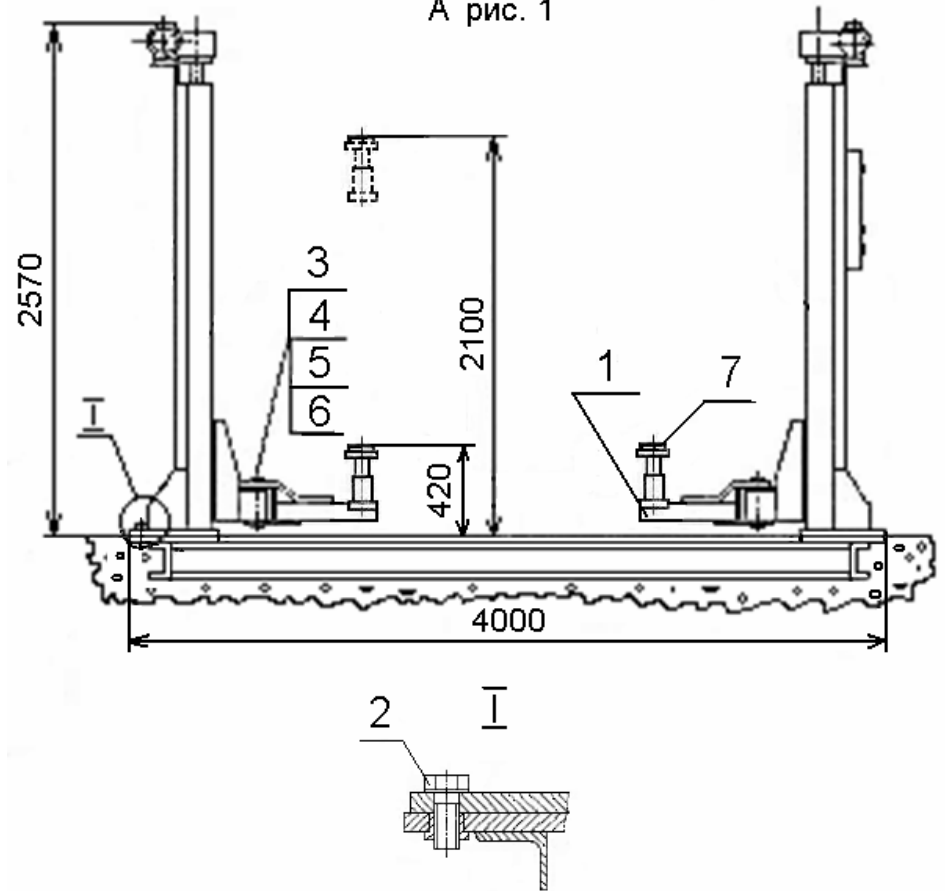

Рис. 2. Подъемник ПС-15
6.2.3. Соединить поворотные балки поз.1 (см. Рис. 2) с каретками стоек с помощью осей поз. 3. Оси зафиксировать оседержателями поз. 4.